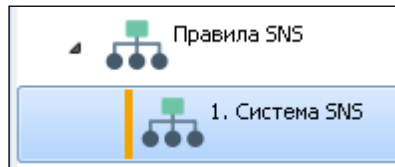

Рисунок 970
2) Нажмите на кнопку **Создать группу правил SNS**  на инструментальной панели «Главная». В структуре правил SNS появилась первая группа правил «Система SNS» (рисунок 970).